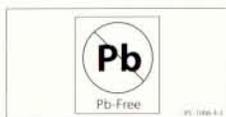

Рис.3
3.8. Этикетка идентификации Pb-Free. Этикетка, обозначающая, что находящиеся в упаковке компоненты, приборы или узлы не содержат свинца, т.е. они Pb-Free, как указано в Директиве RoHS. Этикетка неприменима к узлам и компонентам, содержащим свинец (рис. 3).